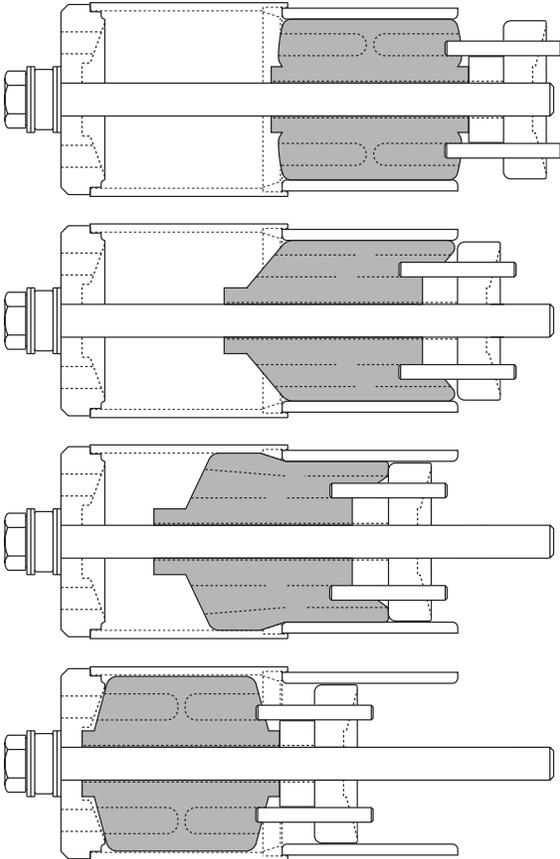

Figura 27: Avance típico del buje mientras el tornillo hexagonal es girado
13. Utilizando una pistola de impacto de $\frac{3}{4}$ - pulg. y un dado de impacto para trabajo pesado de $1\frac{11}{16}$ -pulg. (seis puntos), **remueva** el buje girando el tornillo hexagonal hacia la derecha (Figura 27). El tiempo de remoción normal debe ser de cuatro minutos o menos.